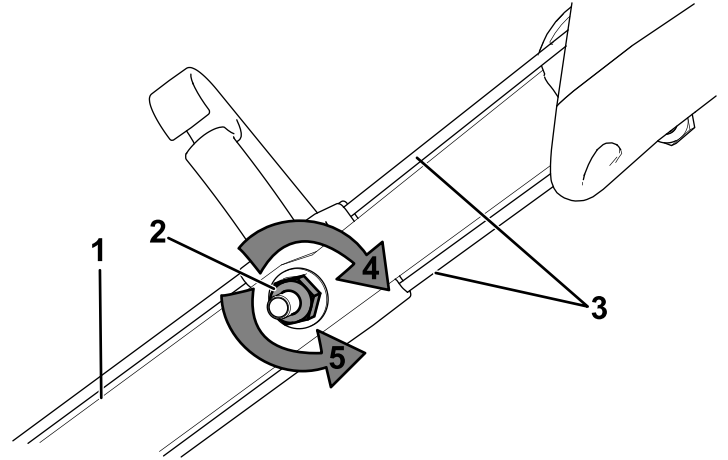

Figura 29
- Gire la tuerca de ajuste en sentido antihorario para aflojar el ajuste de los cables (Figura 29).
- Ajuste la tensión de los cables (Figura 29) tirando de ellos hacia atrás o empujándolos hacia adelante, y manténgalos en esa posición.